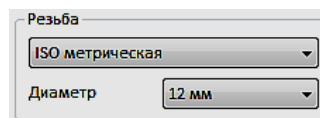

Рис. 3.79. Поле «Резьба»
7. В поле «Резьба» установите параметры резьбы, как показано на рис. 3.79.